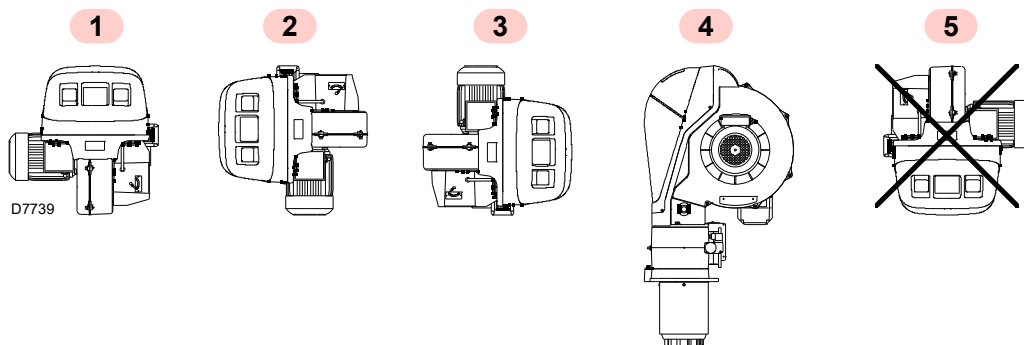

Abb. 9
- Der Brenner kann ausschließlich in den Stellungen 1, 2, 3 und 4 Abb. 9 betrieben werden.